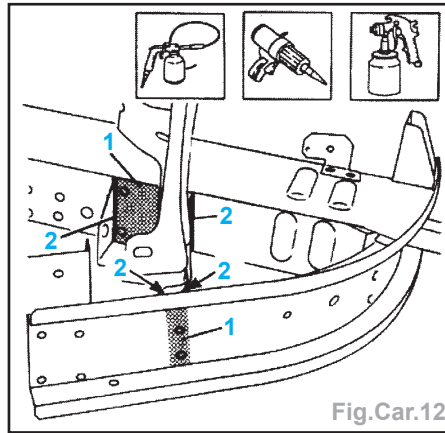

Fig.Car.12
- Appliquer un apprêt d'étanchéité sur les soudures (Fig.Car.12).